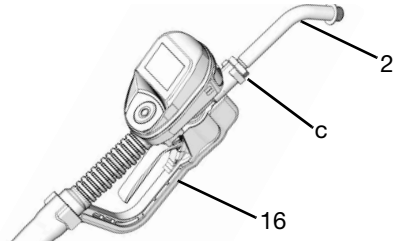

ABB. 10
1. Mutter (c) an der Verlängerung (2) so anbringen, dass die maximale Einschraublänge der Verlängerung verwendet werden kann (ABB. 10).
2. Verlängerung (2) bis zum Anschlag in das Gehäuse einschrauben (ABB. 10).
3. Verlängerung (2) am Gehäuse und Griff des Dosierventils mit Messanzeige (16) ausrichten (ABB. 10).
4. Mutter (c) festziehen (ABB. 10).